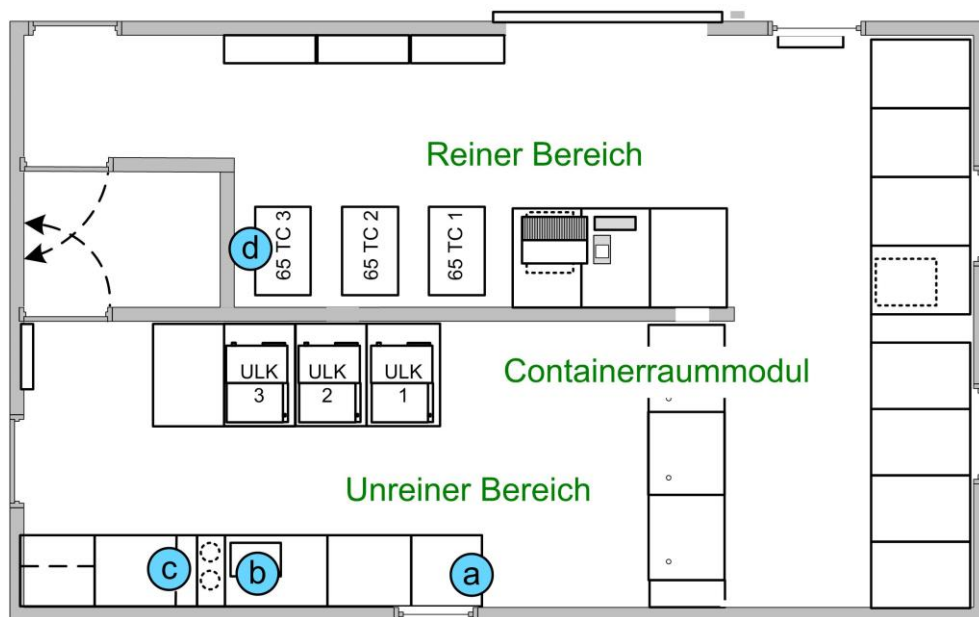

Abb. 19: Entnahmestellen für Wasserproben
- Die Wasserproben an folgenden Entnahmestellen (siehe Abb. 19:) zu nehmen und die Proben entsprechend zu bezeichnen: